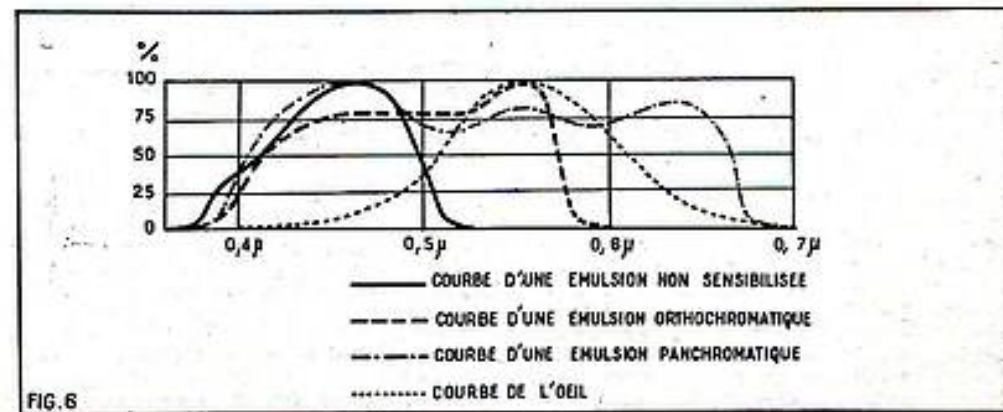

FIG. 6
Pour permettre une meilleure comparaison, nous superposons en figure 6 les courbes de sensibilité chromatique d'une émulsion non sensibilisée, d'une émulsion orthochromatique ainsi que d'une courbe panchromatique. Nous superposons à ces courbes (tracé pointillé) la courbe de sensibilité chromatique de l'œil humain, en adoptant une valeur moyenne, valable pour des éclaircissements moyens. Bien entendu, les ordonnées des différentes courbes ne se correspondent pas et ne permettent pas de comparer la sensibilité en valeur absolue des différentes émulsions et de l'œil (1). Elles sont exprimées en pour cent du maximum de sensibilité. Il ressort de ce graphique que les couches photographiques, même les plus perfectionnées, ont des caractéristiques chromatiques très différentes de celles de notre œil. Cependant un rendu correct des valeurs colorées peut tout de même être obtenu par l'emploi judicieux de filtres. Ces filtres existent dans toutes les teintes et toutes les densités. Nous aurons par la suite l'occasion d'étudier de plus près l'action des filtres et d'en utiliser pour compenser la sensibilité chromatique des cellules photo-électriques. Pour l'instant, nous croyons en avoir dit assez sur les caractéristiques des couches sensibles pour pouvoir aborder l'étude des posemètres proprement dite.
FIG. 6. — Comparaison des courbes de sensibilité chromatique d'une émulsion non sensibilisée, d'une émulsion orthochromatique et d'une émulsion panchromatique. Les trois courbes sont superposées à la courbe de sensibilité chromatique moyenne de l'œil afin de permettre une meilleure comparaison.
L'oscillateur à plaque accordée (fig. 6).